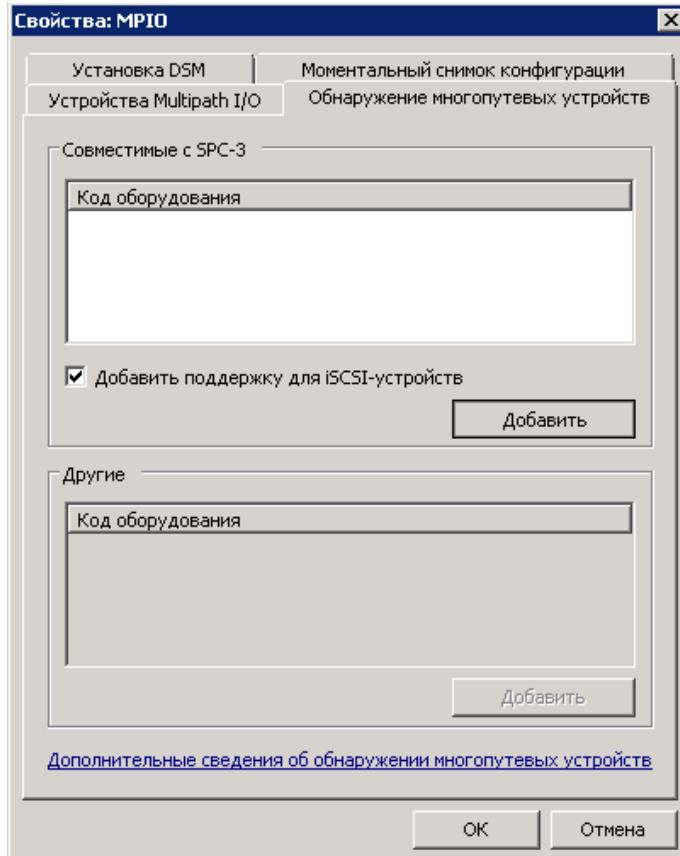

Рисунок 38 – Добавление устройств
- 2) на вкладке «Обнаружение многопутевых устройств» нажать кнопку «Добавить». Система выдаст сообщение о необходимости перезагрузки системы. После перезагрузки в разделе «Управление дисками» панели «Управление компьютером» можно убедиться, что диск будет доступен по нескольким маршрутам (см. Рисунок 38);